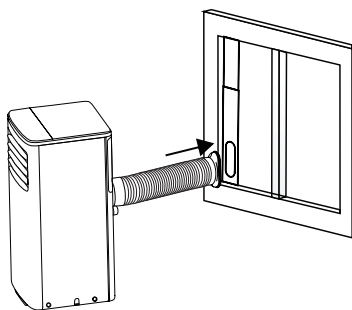

Рисунок 9
- Установите прибор с присоединенным вытяжным воздуховодом рядом с окном, затем подсоедините переходник Б (с плоским патрубком) вытяжного воздуховода к окну (Рисунок 9).